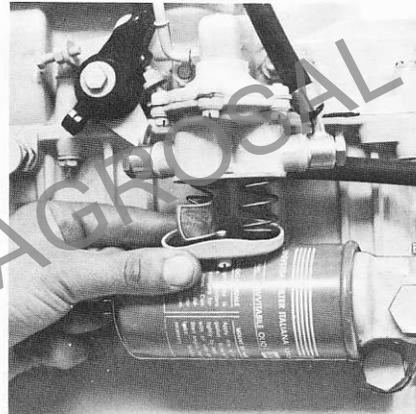

Fig. 9
- Estrarre il filtro a rete della pompa alimentazione (Fig. 9) e lavarlo con petrolio o gasolio.